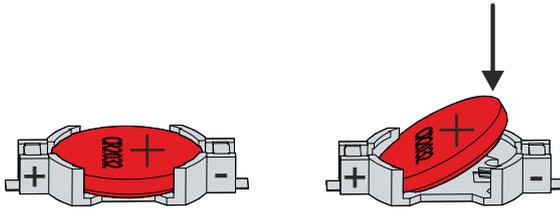

Abb. 13: CP77xx_Batteriewechsel
⇒ Die Batterie steht jetzt in einer schrägen Position (siehe Abb. 13).
5. Drücken Sie die hochstehende Seite der Batterie nach unten in den Batteriehalter (siehe Abb. 13).